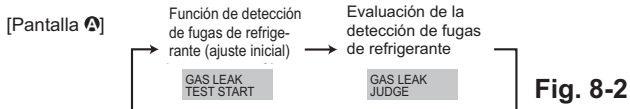

Fig. 8-2
- ② Pulse el botón **CLOCK** (▼) y seleccione [GAS LEAK TEST START] (INICIO DE PRUEBA DE FUGAS DE GAS). (Fig. 8-2)